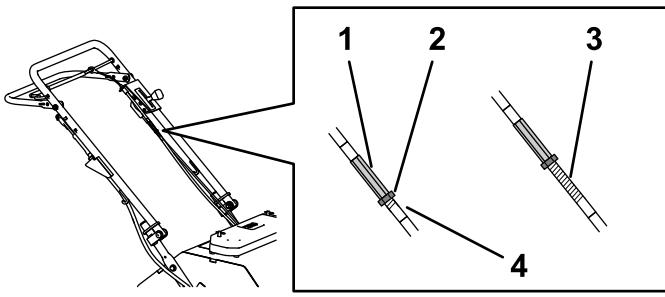
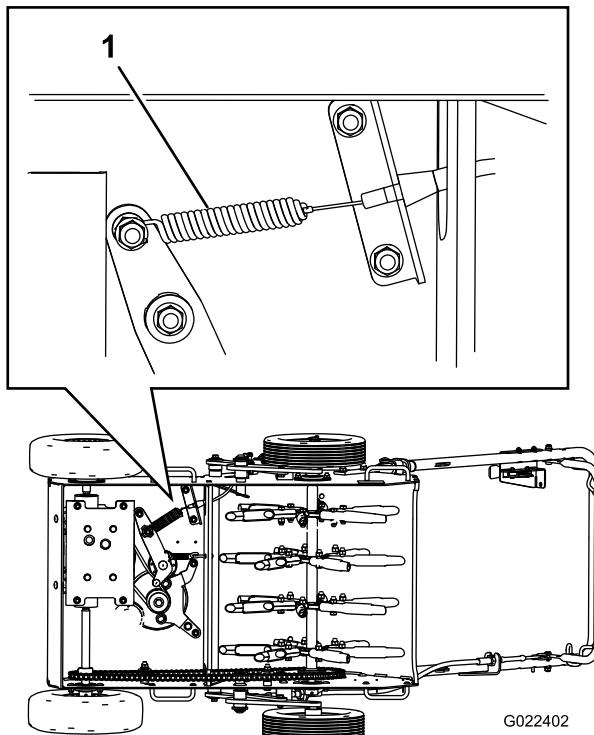

Figura 34
Figura 35
- Afloje la contratuerca (Figura 34) del cable de tracción.
- B. Ajuste el acoplamiento del cable (Figura 34) 3 mm a la vez, hasta que el muelle del cable de tracción (Figura 35) se haya extendido unos 10 mm desde la posición original (destensado).
Para aumentar la tensión de las correas, gire el acoplamiento en sentido horario, para dejar expuesta una longitud de rosca **mayor**. Para reducir la tensión de las correas, gire el acoplamiento en sentido horario, para dejar expuesta una longitud de rosca **menor** (Figura 34).